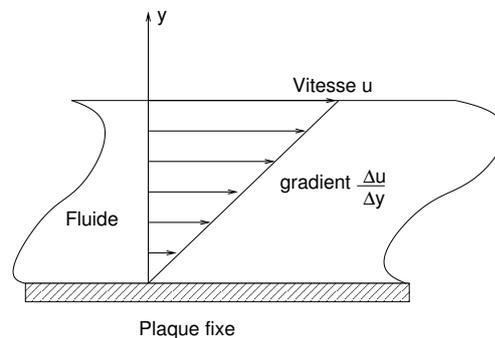

Fig. 2 – Écoulement d'un fluide et profil de vitesse linéaire.
1. Quel est la valeur du gradient de vitesse et la contrainte de cisaillement τ au niveau de la paroi si le profil de la vitesse est linéaire (*voir figure 2*),